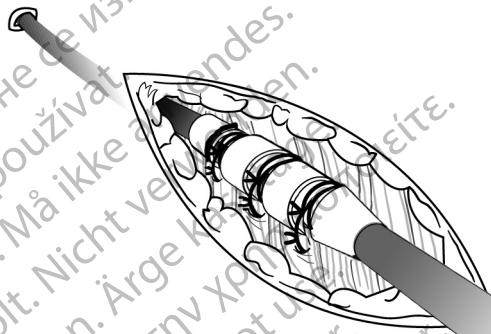

Figura 12. Ejemplo de manguito de sutura, técnica de implantación percutánea
1. Pele la vaina introductora y deslice el manguito de sutura profundamente en el tejido (Figura 12 Ejemplo de manguito de sutura, técnica de implantación percutánea en la página 33).